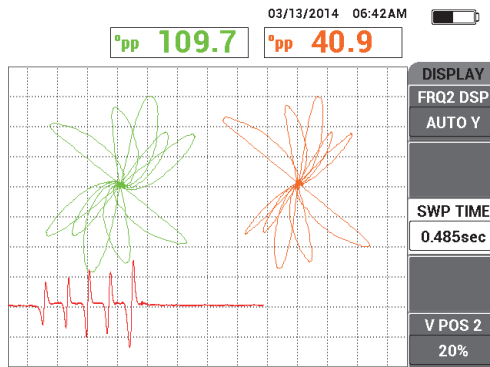

図 5-148 帯状チャート表示
1. 必要に応じて、表示パラメーターを変更して周波数 2 を帯状チャート（スイープ）として表示します。これを行うには、表示メニューキー（）を 3 回押し、FRQ2 表示（A キー）を自動 Y に設定します（233 ページの図 5-148 を参照）。